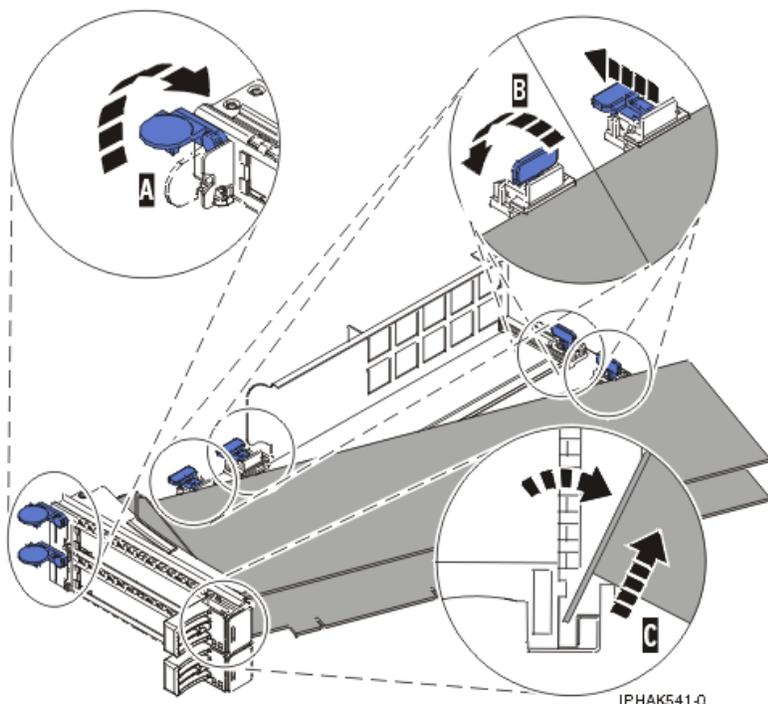
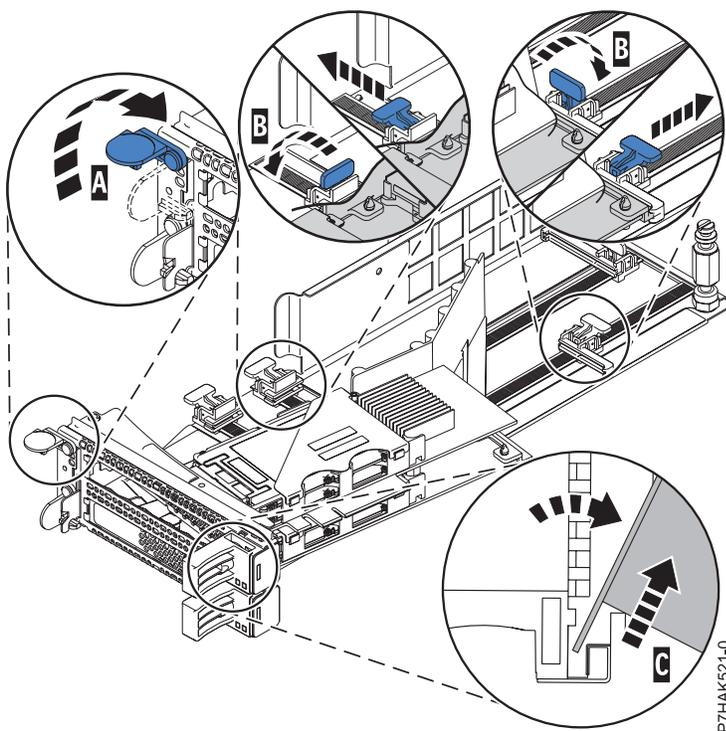

Figura 150. Adaptador removido do cassete do adaptador PCI
Figura 151. Adaptador PCIe RAID e SSD SAS removido do cassete do adaptador PCI
- d. Desparafuse o pino de articulação (C) e guarde-o em um local seguro
- a. Destrave os retentores do adaptador (B) girando os cliques retentores (A) na posição horizontal. Consulte Figura 150 na página 175. Se você estiver removendo um adaptador PCIe RAID e SSD SAS, consulte a Figura 151 na página 175.